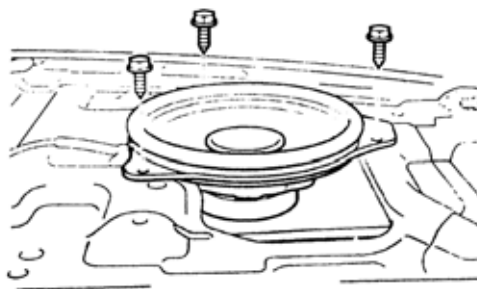

图 9-179
- (2)拆下 3 个螺钉和后扬声器总成，如图 9-179 所示。